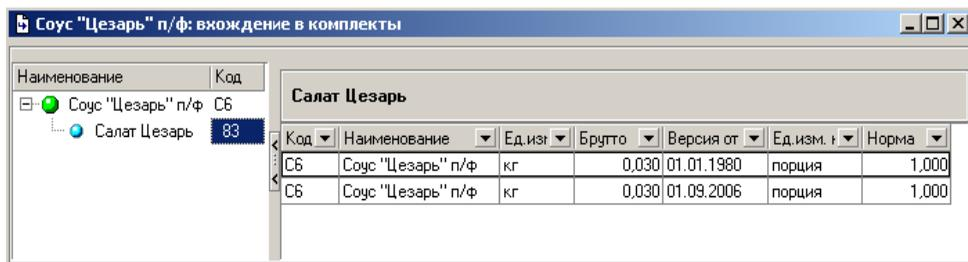

Рис. 127
*Вхождение комплекта в комплекты* – вывод списка комплектов, в которые входит выделенный комплект. (Рис. 127)